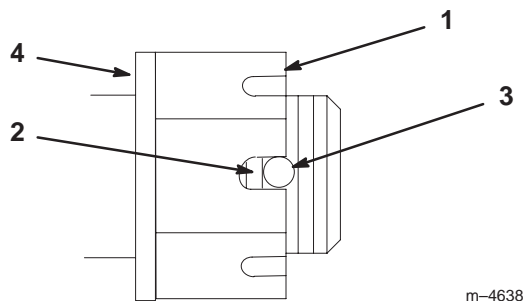

Figure 49
3. Serrez le boulon crénelé à 169 Nm (125 pieds-livres) (Fig. 49).
4. Mesurez l'espace entre la base de la fente de l'écrou et le bord intérieur du trou. On ne doit pas voir plus de deux filets (Fig. 49).
5. Si plus de deux filets sont visibles, enlevez l'écrou et placez une rondelle entre le moyeu et l'écrou (Fig. 49).
6. Serrez le boulon crénelé à 169 Nm (125 pieds-livres) (Fig. 49).
7. Serrez l'écrou jusqu'à ce que le jeu de fentes suivant soit en face du trou de l'axe (Fig. 49).